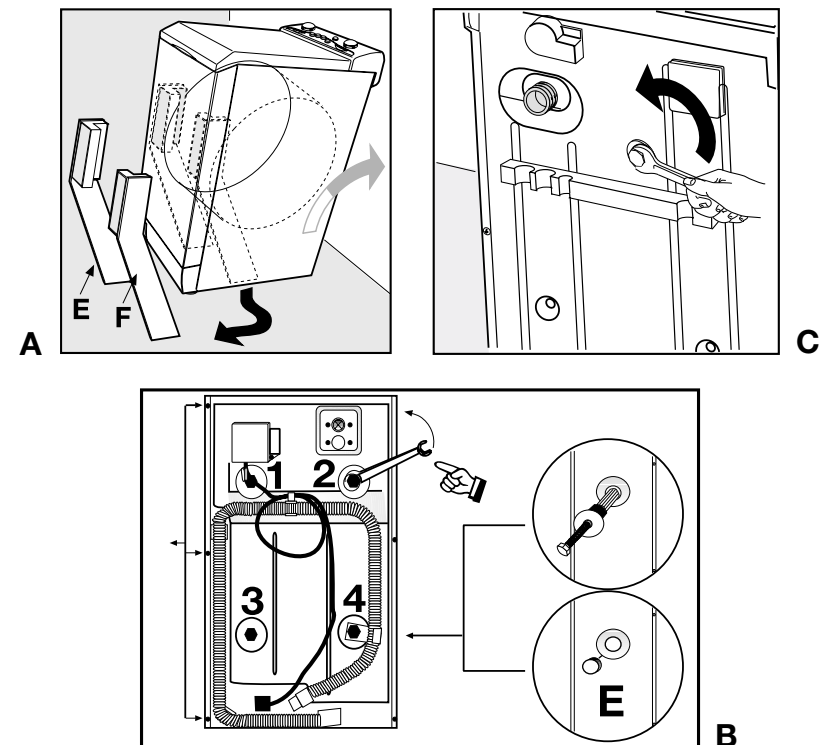

fig. 4
Retrait du matériel de protection destiné au transport (fig. 4)
- Placez le filtre B (fig. 4) dans le tuyau (C) avant de le raccorder au robinet (A).